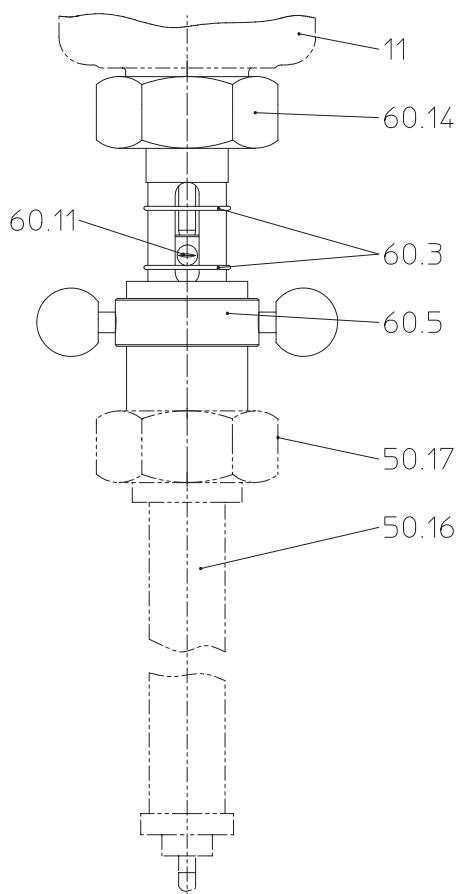

Bild 5
- Der Einbau einer Handstelleinrichtung erfolgt zwischen dem Ventil (Pos. 11) und dem Stellantrieb (Pos. 50.16) des Thermoreglers (Bild 5).